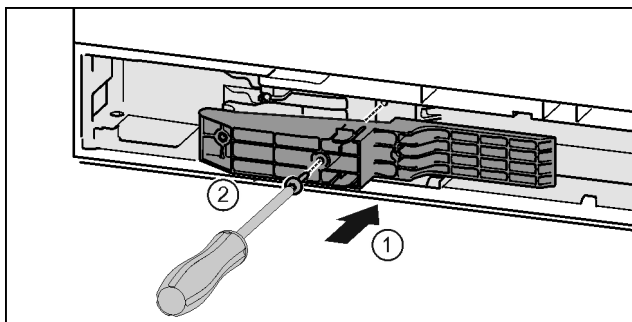

Fig. 45 \*
- ▶ Τοποθετήστε τον αντάπτορα στην πλευρά της λαβής στην εγκοπή. Fig. 45 (1)\*
- ▶ Σφίξτε τις βίδες με κατσαβίδι T15. Fig. 45 (2)\*